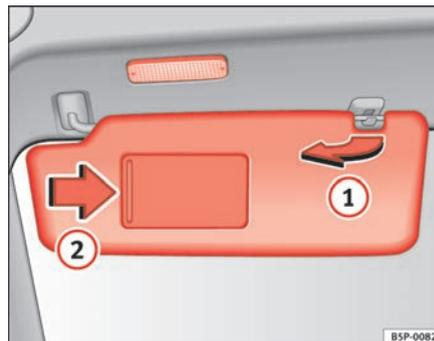

Fig. 81 Aletta parasole lato conducente
L'alletta parasole per il conducente e quella per il passeggero possono essere staccate dai supporti che si trovano in prossimità della linea mediana del veicolo e spostate in direzione delle porte ⇒ fig. 81 ①.